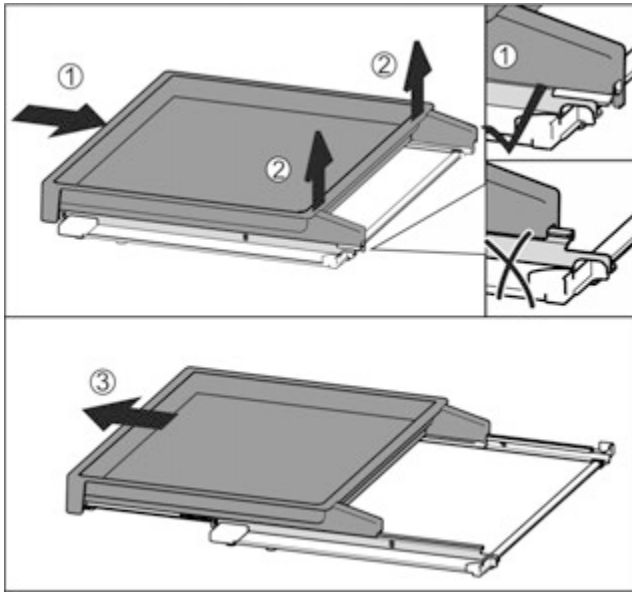

Fig. 96
- ▶ Повністю вставте витяжну панель Fig. 96 (1).
- ▶ Відпустити фіксатор на задній стороні Fig. 96 (2).
- ▶ Потягніть витяжну панель вперед Fig. 96 (3).